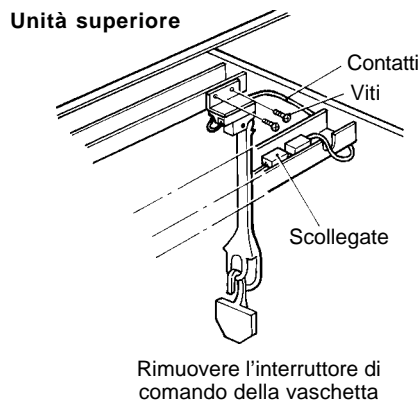

Fig. 8
- 10) Prima di impilare due o più distributori, togliere la copertura in plastica che riveste il canale di cablaggio dell'unità superiore o centrale. Scollegare i contatti sull'interruttore di comando della vaschetta (con innesto a tre). Togliere le viti e l'interruttore di comando della vaschetta. Componendo pile di due o più distributori, quest'interruttore diventa inutile. Conservarlo dopo averlo rimosso. Vedere la Fig. 8.